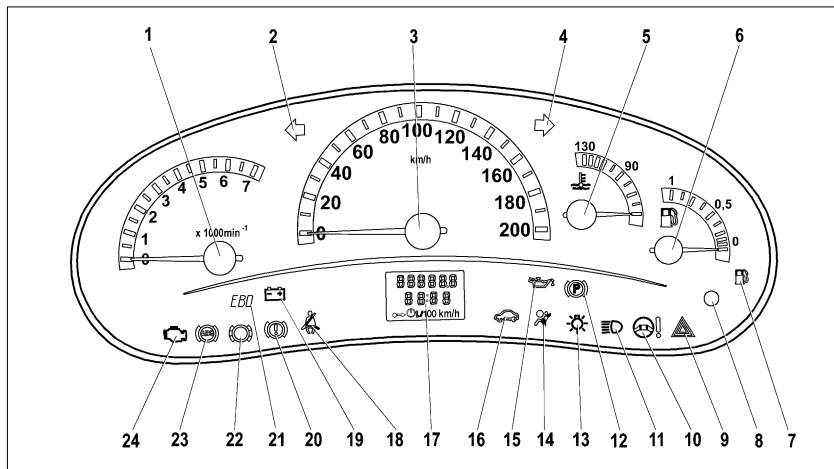

Рис. 29. Комбинация приборов
**Рис. 29а. Комбинация приборов с навигатором**
В вариантных исполнениях автомобиль может оснащаться навигационным оборудованием с дисплеем 1 в комбинации приборов (рис. 29а). Подробное описание